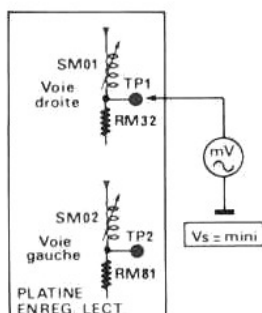

Fig. 6
C. REGLAGE DES REJECTEURS DE PREMAGNETISATION (Fig. 6)